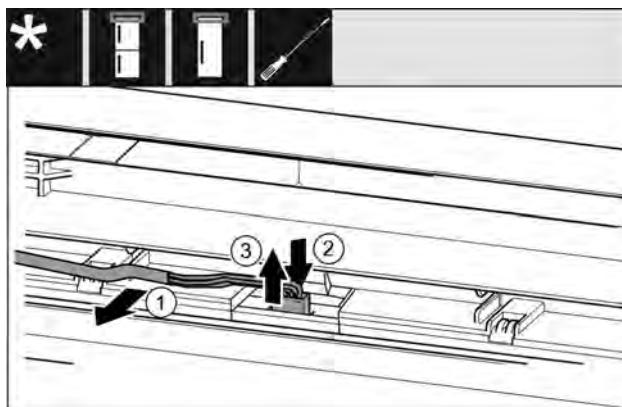

Fig. 7
- Осторожно высвободите серый кабель из направляющей в двери. Fig. 7 (1)
- Вдавите назад накладку за штекером. Fig. 7 (2)
- Осторожно вытяните штекер вверх. Fig. 7 (3)